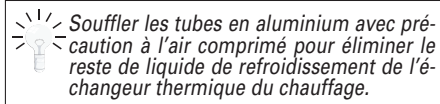

Fig. 21
- Déposer la vis (19) du bloc de chauffage sur le tube support (20) (Fig.21).